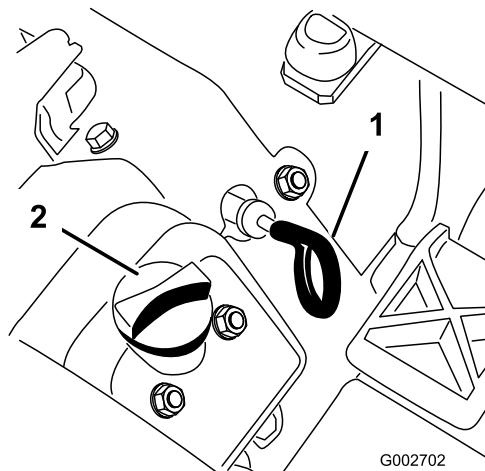

Figure 13
- Sortez la jauge (Figure 13) et essuyez-la sur un chiffon propre. Remettez la jauge dans le tube en vérifiant qu'elle est enfoncée au maximum. Sortez la jauge du tube et vérifiez le niveau d'huile. Si le niveau est trop bas, retirez le bouchon de remplissage du couvre-culasse et ajoutez la quantité d'huile nécessaire pour amener le niveau au repère maximum de la jauge.